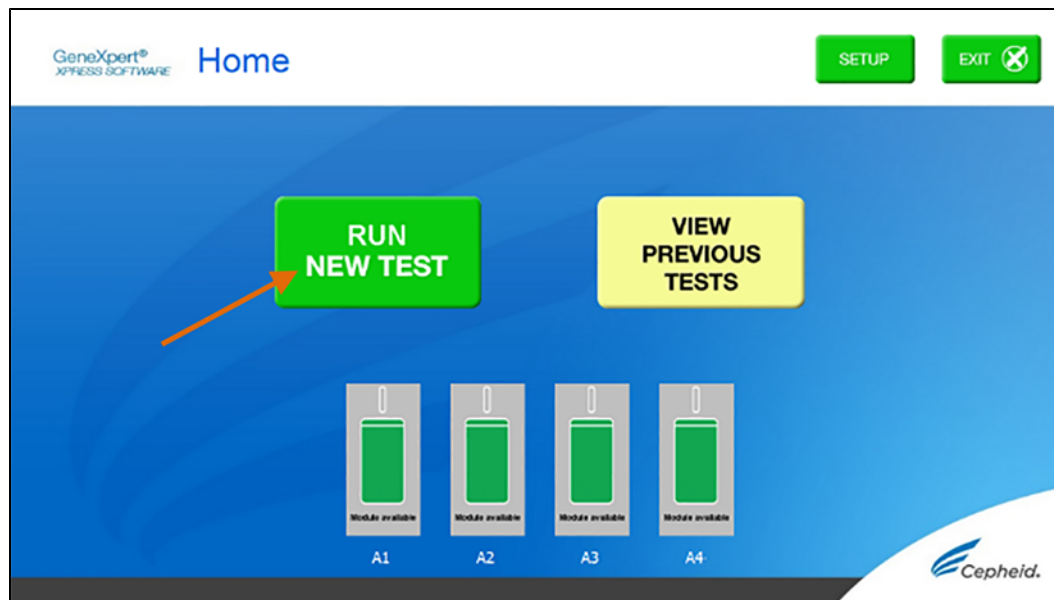

Figure 8. Bouton RÉALISER UN NOUVEAU TEST (RUN NEW TEST) sur l'écran d'accueil (écran du GeneXpert Xpress IV illustré)
1. Mettez une nouvelle paire de gants si vous effectuez un nouveau test. Appuyez sur le bouton **RÉALISER UN NOUVEAU TEST (RUN NEW TEST)** sur l'écran **Accueil (Home)** (voir la Figure 8) pour tester un échantillon de patient ou un contrôle externe.